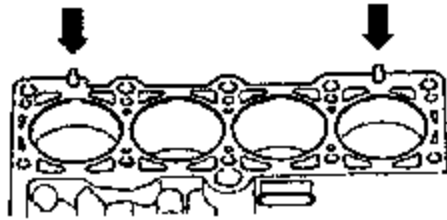

图 4-80 气缸垫安装记号
(2) 将气缸垫安放就位，注意气缸体定位销位置，如图 4-80 箭头所示，进气侧须可见备件号。